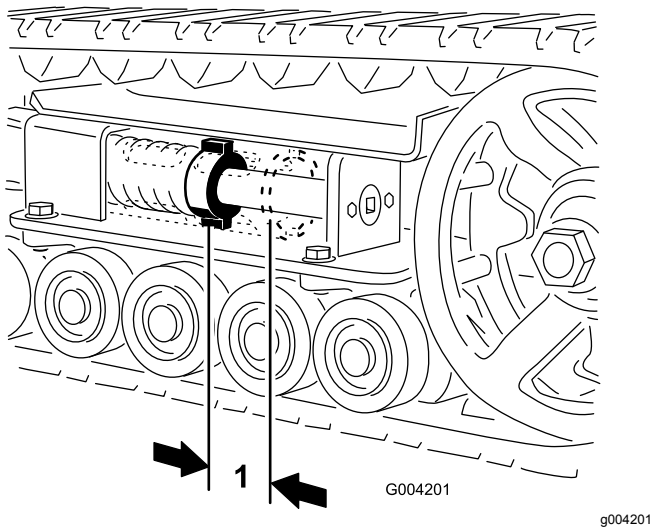

Bild 44
Der Abstand zwischen der Spannungsmutter und der Rückseite des Spannsrohrs sollte 7 cm sein (Bild 44). Stellen Sie ansonsten die Kettenspannung wie folgt ein:
5. Drehen Sie die Spanschraube mit einer Ratsche (1/2") nach links, bis der Abstand zwischen der Spannmutter und der Rückseite des Spannsrohrs 7 cm beträgt (Bild 44).
12. Drehen Sie die Spannschraube nach links, bis der Abstand zwischen der Spannmutter und der Rückseite des Spannungsrohrs (**Bild 44**) 7 cm beträgt.
18. Drehen Sie die Spannschraube nach links, bis der Abstand zwischen der Spannmutter und der Rückseite des Spannungsrohr (Bild 44) 7 cm beträgt.